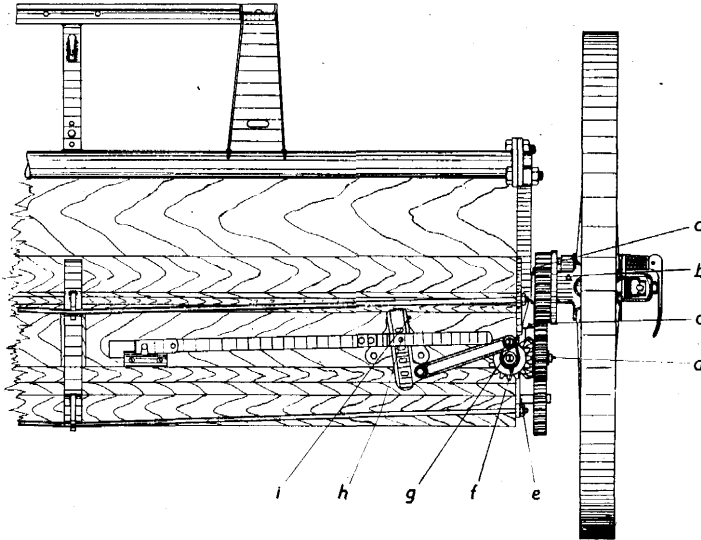

Abb. 3
9. Nach jedem Einsatz soll die Maschine an folgenden 21 Stellen geschmiert werden (s. Abb. 3)